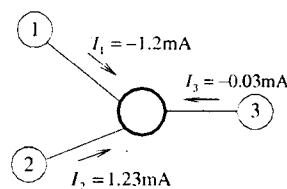

图 1.12 题1.1电路图
5. 在某放大电路中，晶体管三个电极的电流如图1.12所示。由此可知：